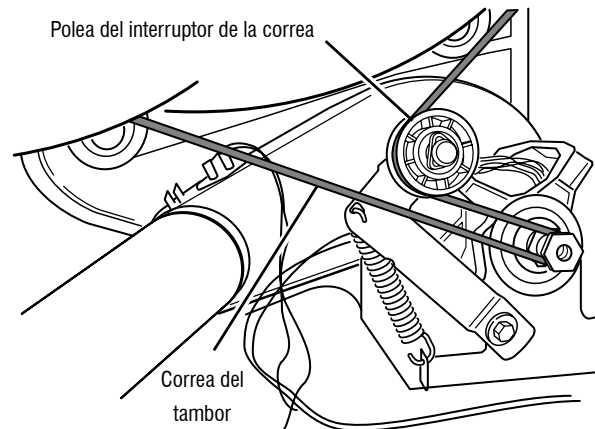

Figura 8: Quite lentamente la correa del tambor
- Compruebe el motor de accionamiento. Quite lentamente la correa del motor de la polea accionada a resorte dejando caer suavemente la polea. Consulte la Figura 8.